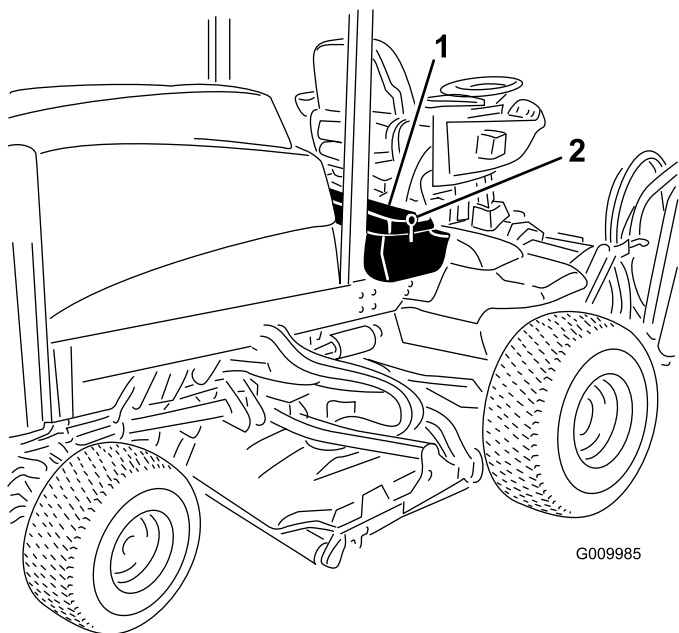
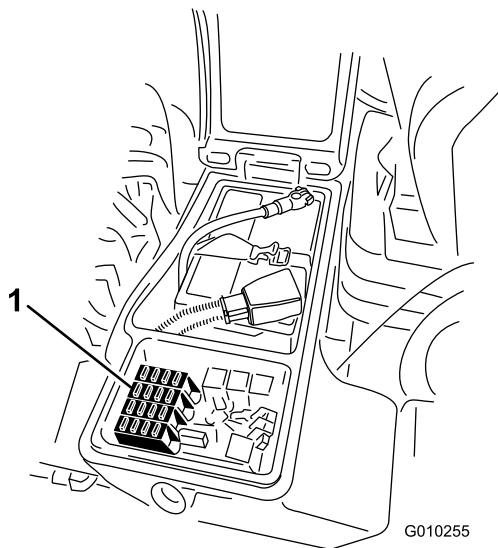

Figure 77
Figure 78
- Ouvrez le verrou du couvercle du bac de rangement droit et soulevez le couvercle (Figure 77) pour exposer le porte-fusibles (Figure 78).
- Remplacez le(s) fusible(s) dans les emplacements libres selon les besoins (Figure 78).
- Refermez le couvercle du bac de rangement droit et fixez-le avec le verrou (Figure 77).